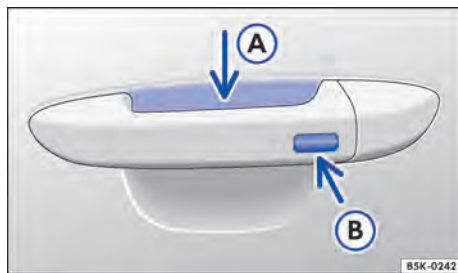

Fig. 55 Keyless Access: superfícies do sensor.
- Tocar o sensor → Fig. 55 (A) na parte interna da maçaneta da porta do condutor ou da porta do passageiro dianteiro.
- Tocar na superfície do sensor → Fig. 55 (B) na parte externa da maçaneta da porta do condutor ou da porta do passageiro dianteiro *uma vez*.
- Além disso, dentro de 5 segundos, tocar uma vez no sensor na parte externa da maçaneta da porta → Fig. 55 (B).
Para a **abertura de conforto** de todos os vidros elétricos empunhar a maçaneta da porta e manter pressionados, ao mesmo tempo, o sensor da parte interna da maçaneta → Fig. 55 (A) e a superfície do sensor (B).
Para o **fechamento de conforto** de todos os vidros elétricos manter um dedo durante alguns segundos sobre a superfície do sensor → Fig. 55 (B) no lado externo da maçaneta da porta do condutor ou do passageiro dianteiro.
Um forte jato de água ou de vapor pode ativar as superfícies dos sensores nas maçanetas se, ao mesmo tempo, uma chave do veículo válida estiver na área de aproximação. Se no mínimo um vidro estiver aberto e a superfície do sensor → Fig. 55 (B) em uma maçaneta da porta for ativada permanentemente, todos os vidros serão fechados. Se o jato de água ou de vapor se afastar brevemente da superfície do sensor → Fig. 55 (A) de uma maçaneta da porta e voltar a ser direcionado para ela, possivelmente todos os vidros se abrirão.